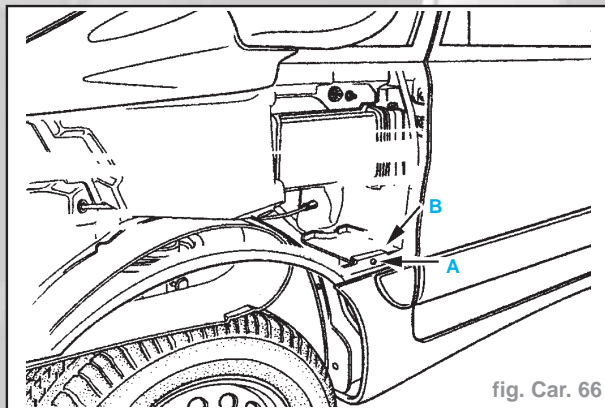

fig. Car. 66
- (A) L'écrou de fixation de l'aile sur bas de caisse (fig. Car. 66).